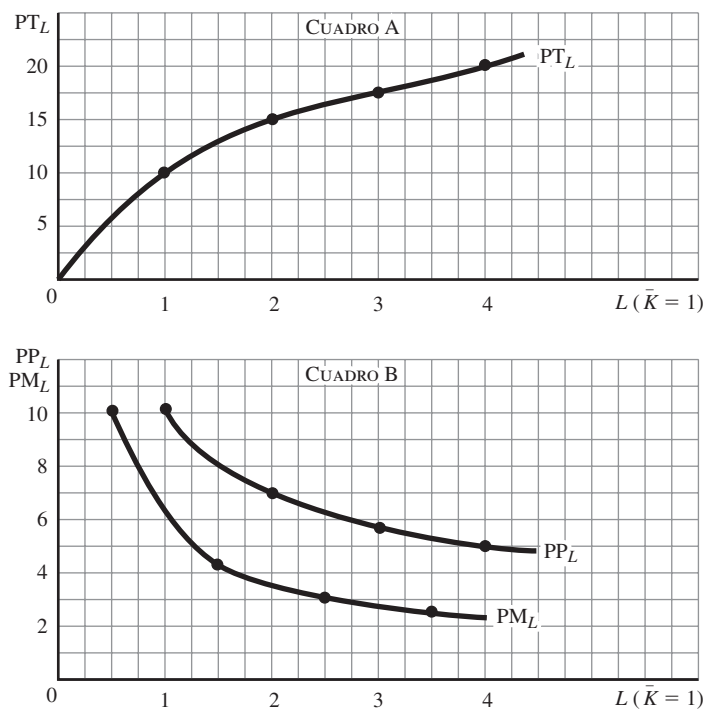

Figura 7-25
- b) En el cuadro A de la figura 7-25 se muestra el PT_L y en el cuadro B de la figura 7-25, el PP_L y el PM_L de la tabla 7.15. Observe que estas curvas sólo muestran la etapa II de la producción para L y que PM_L se graficó en los puntos medios de L .